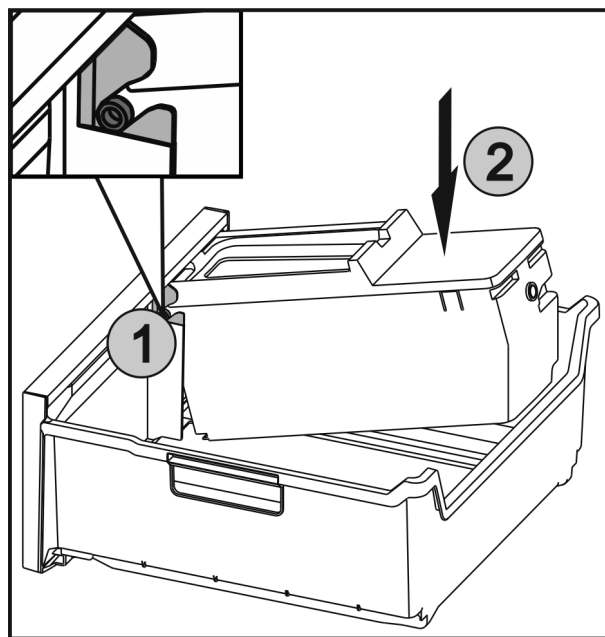

Fig. 42
- ▶ Introducir los ejes Fig. 42 (1) del EasyTwist-Ice en las guías y presionar la parte posterior Fig. 42 (2) hasta que encaje la lengüeta.